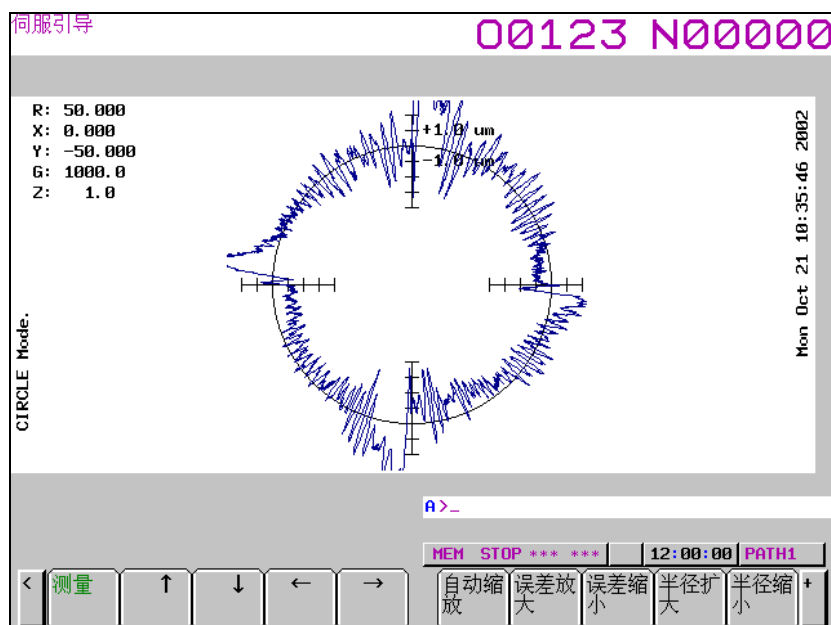

图1.9.13 (j)
- 2 按下软键 [列表]。出现图 1.9.13 (k)所示的列表画面。